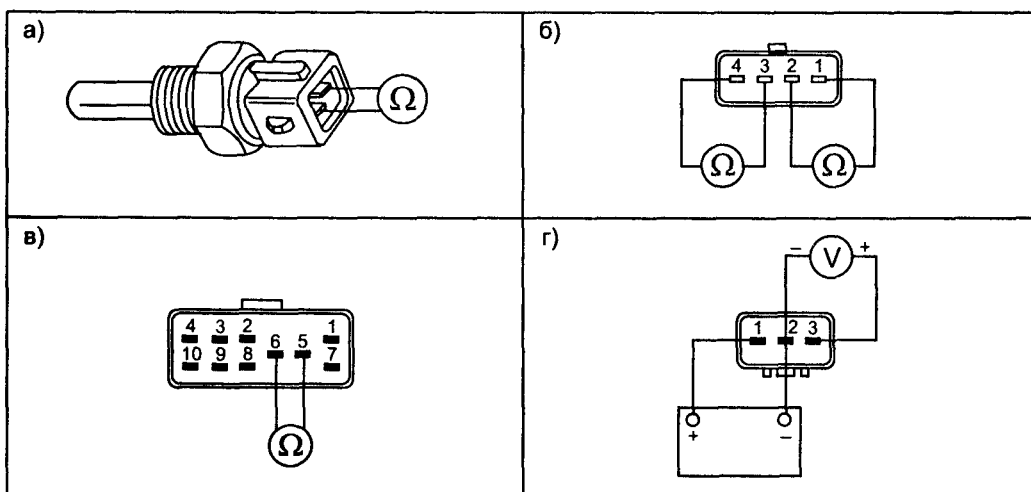

Рис. 2.7.9. Проверка датчиков
Отключают разъем датчика ЕСТ, извлекают его из системы охлаждения двигателя моделируют изменение температуры датчика (например, нагревая его в горячей воде) и проверяют изменение сопротивления в (см. рис. 2.7.9а и табл. 2.7.7).
- отключают 4-контактный разъем от распределителя зажигания и проверяют сопротивление датчика СКР (контакты 1 и 2), его величина должна быть около 257 Ом (см. рис. 2.7.9б);
- отключают 4-контактный разъем от распределителя зажигания и проверяют сопротивление датчика СКР (контакты 3—4), его величина должна быть около 156 Ом (см. рис. 2.7.9б);
- обеспечивают доступ к контактам разъема механизма переключения АТ (находится в районе кулисы АТ, см. рис. 2.7.9в);
- снимают датчик VSS с трансмиссии и собирают диагностическую схему (см. рис. 2.7.9г);